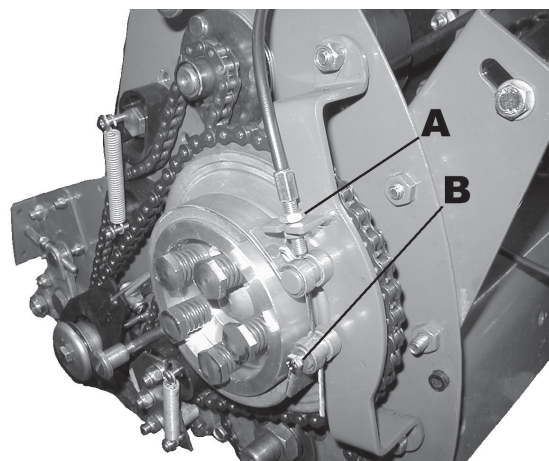

Fig. 8.14a
2. Instradare il cavo del freno lungo l'attestatura della staffa del freno, tirare il cavo interno lungo il perno di articolazione e fissare con la vite B (Fig 8.14a)
3. Con la leva del freno di stazionamento attivata, regolare i dadi di bloccaggio (A) nella fig 8.14a ed 8.14b. Per assicurarsi che il nastro del freno eserciti sufficiente forza sul tamburo, si deve ottenere una forza di coppia di xxNm sul dado di serraggio del rullo del terreno senza rotazione.